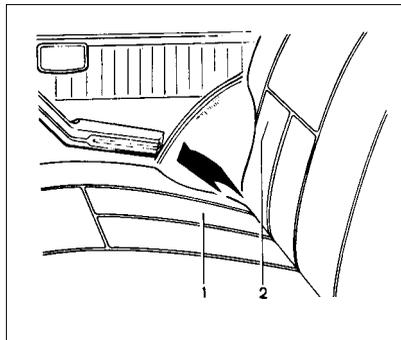

Рис. 12. Заднее сиденье в пассажирском варианте
- просуньте руку между подушкой 1 (рис. 12) и спинкой 2 и откиньте подушку в вертикальное положение;